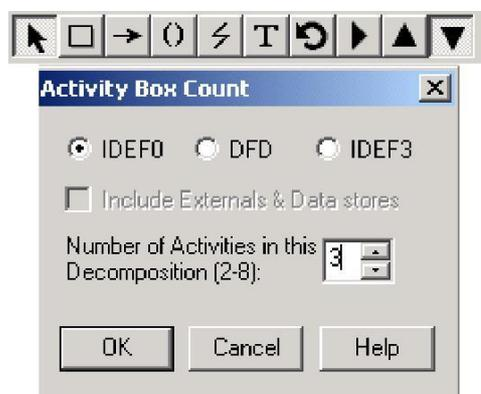

Рис. 1.
1. Выберите кнопку перехода  на нижний уровень в палитре инструментов, в диалоговом окне Activity Box Count установите число работ 3 на диаграмме нижнего уровня нажмите кнопку ОК (рис. 1.)